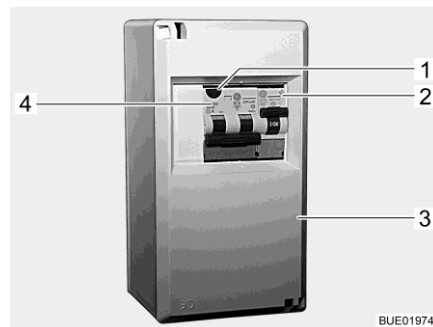
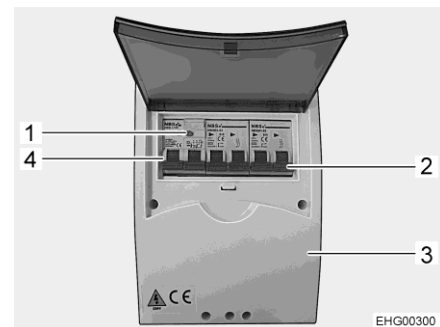

Fig. 205 Coffret de fusibles 230 V
Fig. 206 Coffret de fusibles 230 V (variante)
- Couper les disjoncteurs de protection de circuit (Fig. 205,2, Fig. 205,4 ou Fig. 206,2, Fig. 206,4) dans le coffret de fusibles (Fig. 205,3 ou Fig. 206,3).
- Quand le véhicule est raccordé sur l'alimentation 230 V, appuyer sur la touche de contrôle (Fig. 205,1 ou Fig. 206,1) du disjoncteur différentiel/disjoncteur de protection de circuit combiné (Fig. 205,4 ou Fig. 206,4) dans le coffret de fusibles (Fig. 205,3). Le disjoncteur différentiel doit se déclencher.